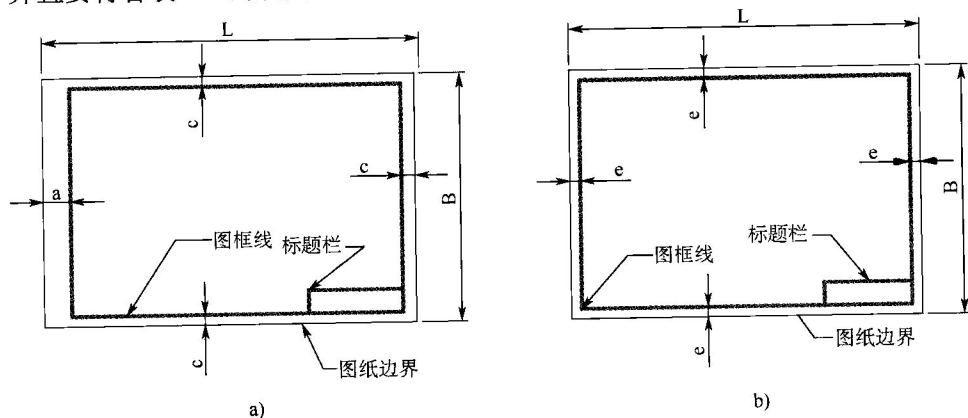

图 1-20 图纸幅面
1) 图纸幅面形式如图 1-20 所示，基本尺寸见表 1-1。当需要加长图纸时，只可对长边加长，并且要符合表 1-2 的规定。